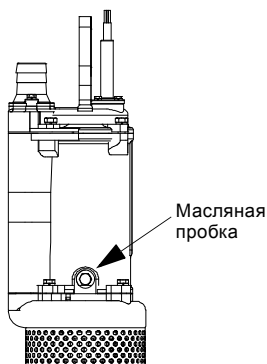

Рис. 12 Расположение масляной пробки
1. Удалить масляную пробку. См. рис. 12.